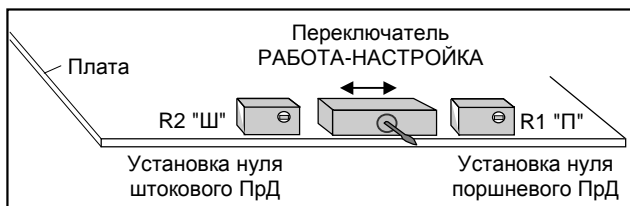

Рисунок 6
4.1.1 Снять крышку окна БОДа, открывающую доступ к регулировочным резисторам и переключателю **РАБОТА - НАСТРОЙКА** (см. рисунок 6).